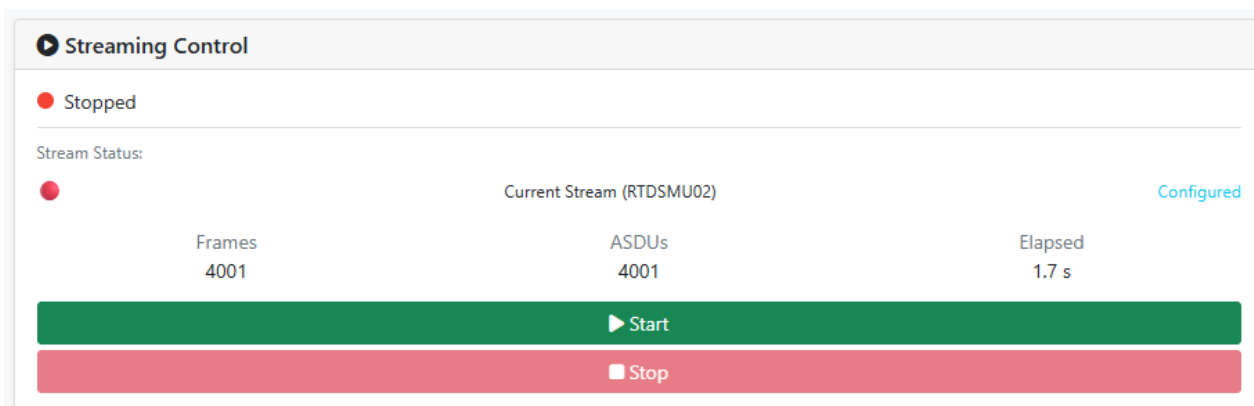

Рисунок 12 – Меню пуска и останова генерации SV потоков
5.4 Запустить генерацию SV-потока и наблюдать реакцию терминала: срабатывание, индикацию, формирование записи события в журнале устройства см. Рисунок 12.